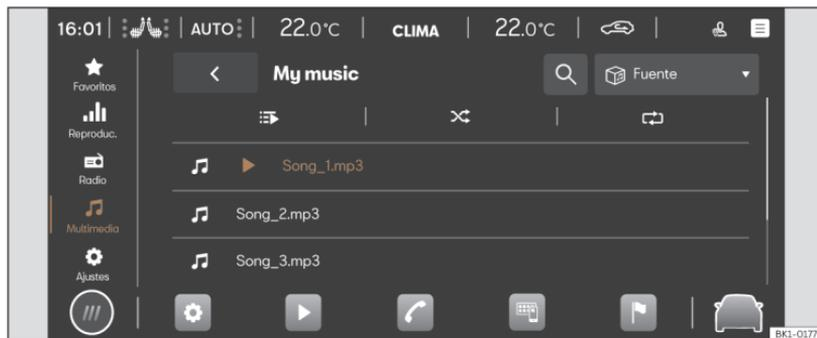

Fig. 164 Representación esquemática: Vista Multimedia.
- Pulse **HOME** > ► > 🎵 >>> **fig. 164**.